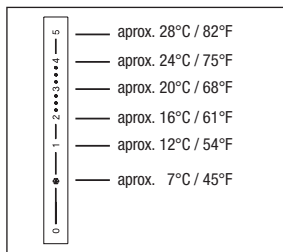

Fig. 5 Escala de temperaturas del cabezal termostático "vindo TH"
- Ajuste el cabezal a la temperatura ambiente deseada (fig. 5)